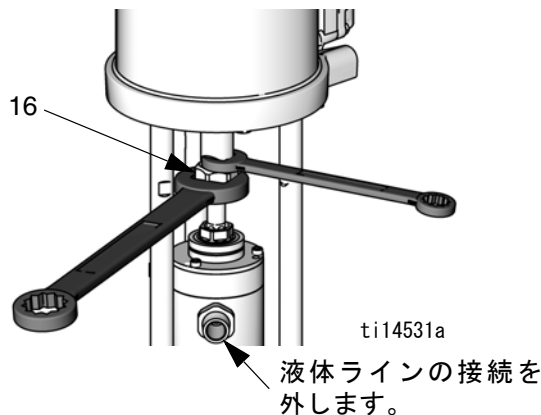

図 26. カップリングナットを緩めます
2. ポンプのアウトレットから液体ラインの接続を外します。図 26 を参照してください。
3. **Merkur ポンプ**：タイロッドシールド (26) を取り外します。
**Merkur ベローズポンプ**：カプラーシールド (79) を取り外します。
4. **Merkur ポンプ**：エアモータシャフトの平らな面をレンチでしっかり固定します。他のレンチを使用してカップリングナット (16) を緩めます。
**Merkur ベローズポンプ**：レンチを使用してカップリングナット (16) を固定します。別のレンチを使用してモータシャフトを回します。ベローズのトップキャップと D 型シールの破損を避けるために、カップリングナットは回さないでください。